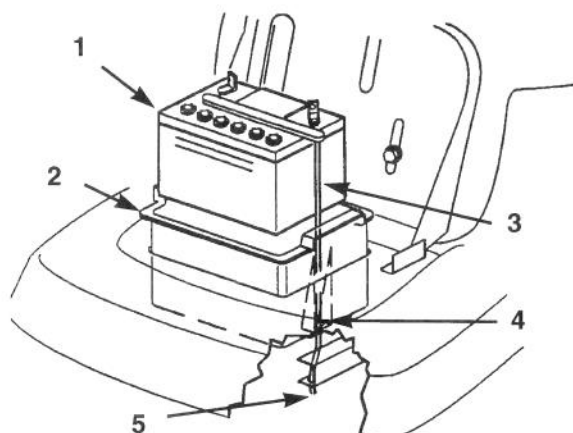

Figure 20
5. Déposer le boîtier de la batterie, la batterie et le long tube d'évacuation du châssis (Fig. 20).
1. Installer la batterie dans le boîtier et glisser le tube d'évacuation dans le conduit et la fente située à la base du boîtier (Fig. 20).
IMPORTANT: Observer le logement de la batterie dans le châssis et repérer le trou situé au bout du longeron droit (Fig. 20). Toujours faire passer le tube d'évacuation dans ce trou pour éviter que l'acide ne corrode le tracteur et la tondeuse.
2. Installer le boîtier et la batterie dans le châssis (Fig. 20). Vérifier que l'extrémité du tube d'évacuation se trouve dans le trou du châssis (Fig. 20).